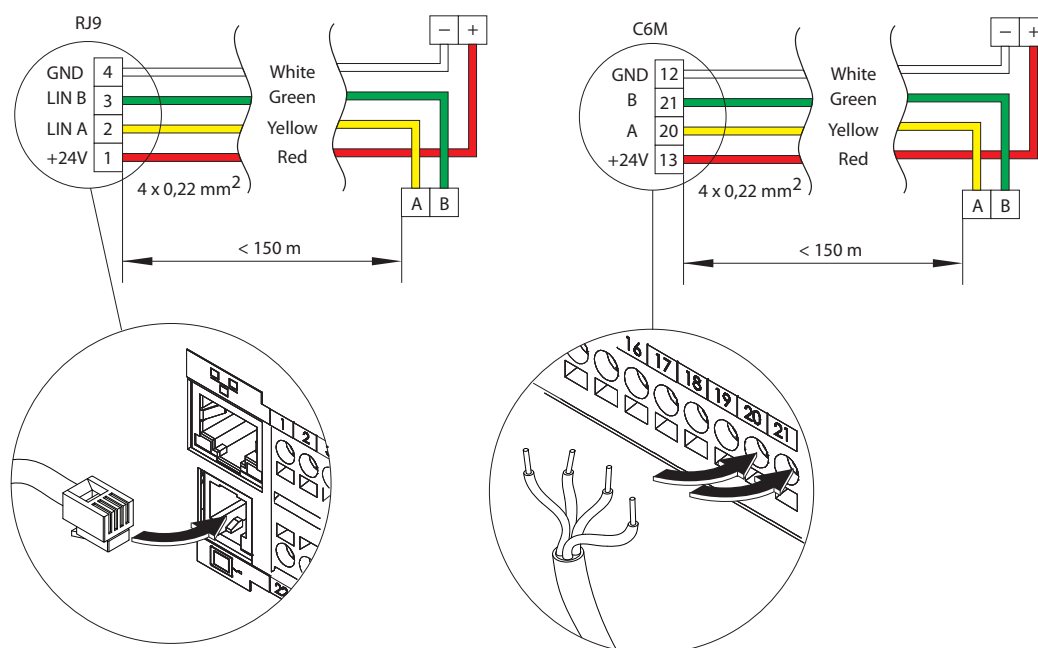

Fig. 16. Schéma de câblage du panneau de commande
- Panneau de contrôle (Voir Fig.16).